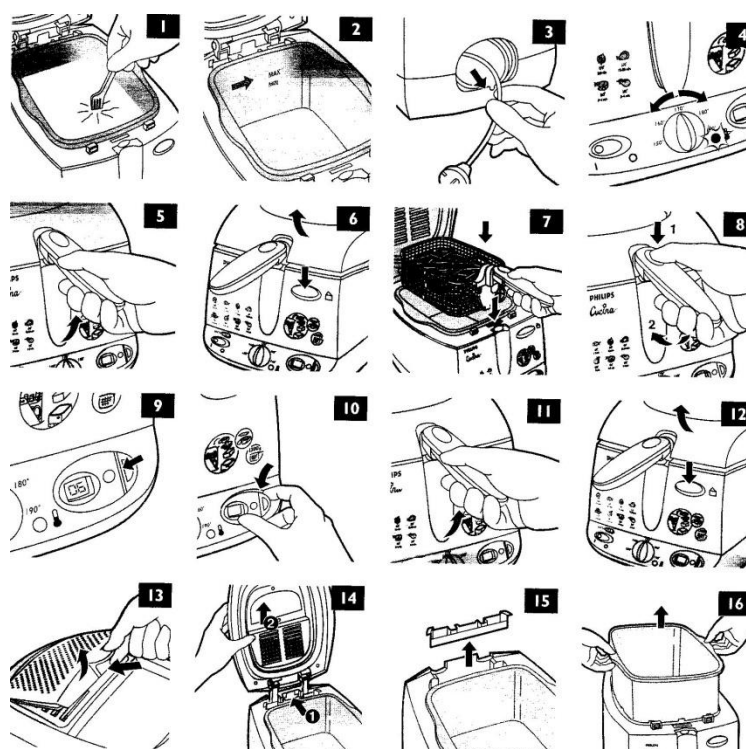

Рис. 3.13. Использование фритюрницы Philips Cucina
Использование прибора. Фритюрницу заполняют маслом, жидким жиром или расплавленным твёрдым жиром до верхней отметки уровня, расположенной на внутренней поверхности ёмкости. Затем извлекают сетевой шнур из приспособления для его хранения и вставляют сетевую вилку в розетку электросети (рис. 3.13, позиции 1-3). Далее включают прибор, нажав на переключатель «вкл./выкл.». При этом включится подсветка переключателя и светодиод терморегулятора. После этого устанавливают терморегулятор на требуемое значение температуры (150-190° С) (рис. 3.13, позиция 4), пользуясь приложением 6. При этом масло или жир будут нагреваться до заданной температуры в течение 10-15 мин., а индикатор нагрева будет неоднократно включаться и выключаться.
После того, как индикатор в течение некоторого времени останется выключенным, можно приступить к загрузке продукта. Для этого необходимо поднять рычаг (рис. 3.13, позиция 5) в самое высокое положение, нажать кнопку разблокировки (рис. 3.13, позиция 6) (при этом крышка откроется автоматически), вынуть корзину из фритюрницы и поместить продукт, предназначенный для обжаривания (рис. 3.13, позиция 7). Затем следует нажать кнопку разблокировки на ручке корзины и осторожно опустить корзину в электроприбор (рис. 3.13, позиция 8), закрыть крышку.
Для того чтобы начался процесс обжаривания пищи, устанавливают время обжаривания, удерживая кнопку таймера в нажатом состоянии до достижения нужного времени (рис. 3.13, позиция 9) и учитывая, что максимальное время установки составляет 99 мин.
Данный электроприбор оборудован съёмным таймером. Это позволяет совмещать различные технологические операции на кухонном блоке, т.е. где бы вы не находились, вы сможете услышать звуковой сигнал, свидетельствующий о готовности продукта при отсоединённом таймере (рис. 3.13, позиция 10).
После завершения технологического процесса рычаг поднимают, как это показано на рисунке 3.13 в позиции 11, и, нажимая кнопку разблокировки (рис. 3.13, позиция 12), открывают крышку, остерегаясь выходящего горячего пара и возможного разбрызгивания масла. Затем, поднимая корзину, перекалывают обжаренный продукт в ёмкость, выстланную жиропоглощающей бумагой (например, кулинарной). В заключение фритюрницу выключают, нажав переключатель «вкл./выкл.», и отсоединяют от электросети, не перемещая фритюрницу до тех пор, пока масло или жир не остынут (это продлится примерно 60 мин).
Если в электроприборе остался жир и затвердел, то его хранят во фритюрнице до следующего использования, а чтобы избежать разбрызгивания, в застывшем жире проделывают несколько отверстий, например вилкой (рис. 3.13, позиция 1).
Очистку электроприбора осуществляют следующим образом. Вначале извлекают фильтр из крышки, потянув его вверх за проушину (рис. 3.13, позиция 13), одновременно нажимая кнопку, расположенную под проушиной. Затем открывают крышку и снимают её, нажав на кнопку отсоединения крышки (1) и подняв крышку вверх (2) (рис. 3.13, позиция 14). Далее извлекают из фритюрницы корзину для обжаривания, вынимают поддон для сбора водного конденсата, сливают конденсат (рис. 3.13, позиция 15), извлекают внутреннюю ёмкость, удаляют масло или жир (рис. 3.13, позиция 16), а все детали фритюрницы моют в тёплой (горячей) воде с небольшим количеством моющего средства и тщательно высушивают.